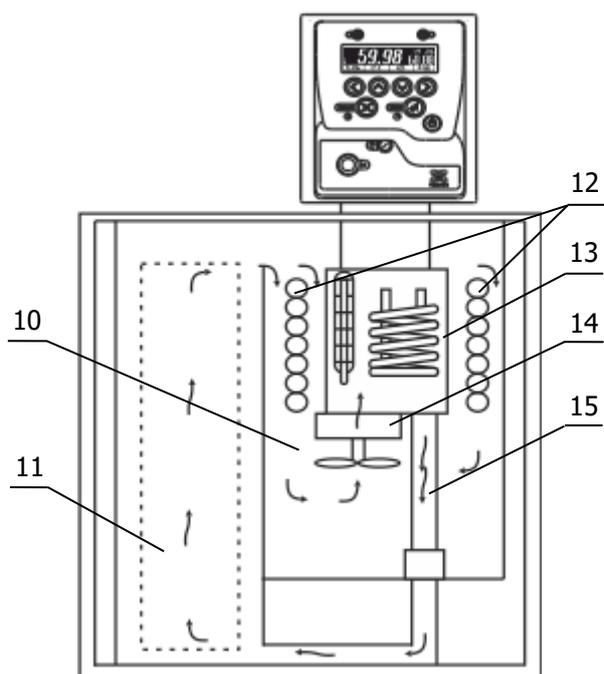

Рисунок 3 — Принцип работы термостата
2.2.4 Насадить блок регулирования резервуаром 1 сверху на трубку 4, преодолевая при необходимости сопротивление витков теплообменника 12 (рисунок 3), и зафиксировать винтовыми фиксаторами на крышке термостата.